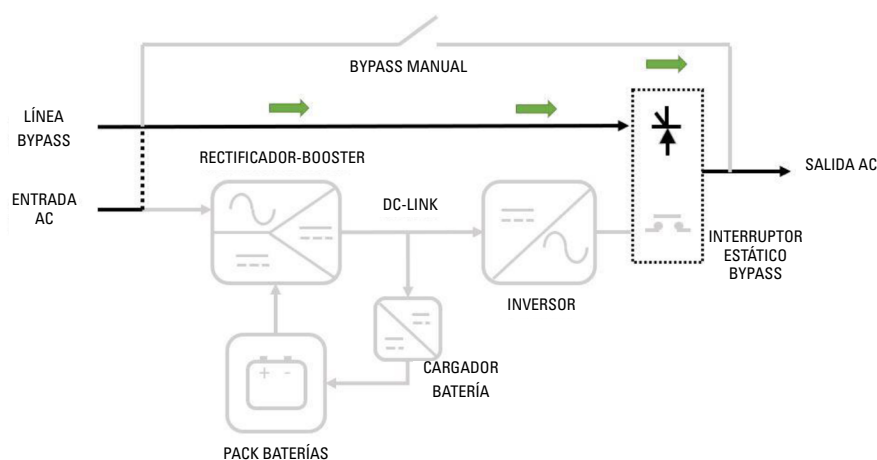

Fig. 14. Flujo de energía del SAI parado (pero alimentando las cargas a través del bypass).
2.  En maniobras de Paro del SAI, después de que éste haya estado funcionando en modo normal, o viniendo de la puesta en marcha inicial y forzando por display la transferencia a bypass estático, **el SAI suministrará tensión de Bypass a la Salida (a las cargas) aún estando completamente parado, si el interruptor de entrada (o de bypass separado si es el caso) y el de salida están accionados (a ON)**. En esta situación, el Rectificador, el Cargador y el Inversor del equipo no estarán funcionando. Ver Fig. 14.